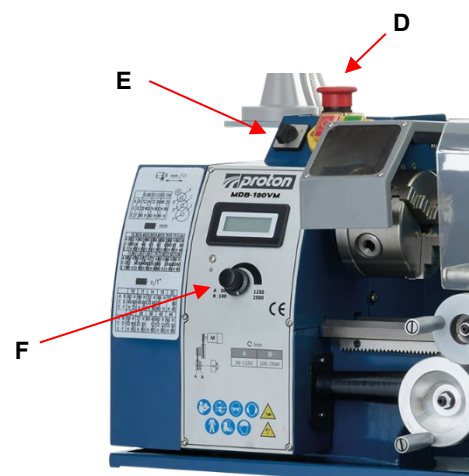

Fig. 9
1. Interruttore di emergenza ON/OFF (D, Fig. 9)
2. Commutatore (E, Fig. 9)
3. Interruttore per il controllo della velocità (F, Fig. 9)